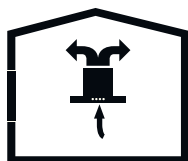

Fig. 4: Circolazione dell'aria del filtro a carbonio
*L'aria aspirata viene pulita dai filtri anti grasso e da un filtro a carboni attivi e viene rimandata nella cucina. Fig. 4*